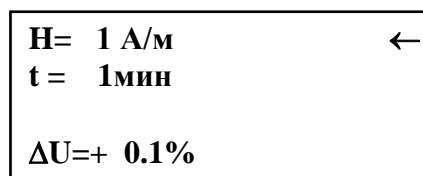

Рис.2
6.5. Подключить сетевой кабель к разъёму на задней панели и к сетевой розетке 220В; 50Гц. Включить испытательный генератор переключателем «СЕТЬ». При этом на дисплее должен появиться текст как на рис.2. Если на дисплее возникла надпись «**НЕПРАВИЛЬНОЕ ПОДКЛЮЧЕНИЕ!**», следует выключить генератор и перевернуть сетевую вилку в розетке. Если эта же надпись появилась при повторном включении, необходимо проверить наличие и исправность заземления.
7.1. После включения генератора переключателем «СЕТЬ» на дисплее появляется текст и курсор в виде стрелки в верхней строке (см. рис.2). Перемещение курсора осуществляется при помощи кнопок «↓» и «↑».